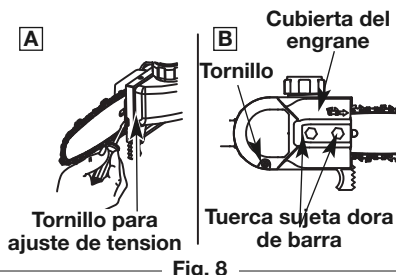
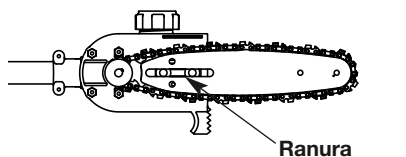

Fig. 8
Fig. 10
1. Valiéndose de un destornillador de ranura recta, gire el tornillo de ajuste de tensión en sentido antihorario (Fig. 8, B) tan lejos como llegue o hasta el final de su recorrido, después saque la cadena y retire la barra.
2. Usando un destornillador de cabeza plana, gire el tornillo de ajuste de tensión 4 vueltas hacia la izquierda (Fig. 8, A).
6. Ajuste el tornillo de ajuste de tensión (Fig. 8, A) para permitir la inserción de la barra (Fig. 10). Cerciórese de que la cadena sigue la ranura en la barra de guía y ajuste el tornillo de ajuste de tensión para apretar la cadena.
7. Instale la cubierta del piñón y apriete las tuercas y el tornillo para fijar la barra (Fig. 8, B).
1. Afloje las tuercas retenedoras de la barra de tal forma que estén apretadas a mano (Fig. 8, B).
2. Manteniendo la nariz de la barra hacia arriba, utilice el desarmador para girar el tornillo de ajuste de la barra guía a favor de las manecillas del reloj para apretar la cadena (Fig. 8, A).